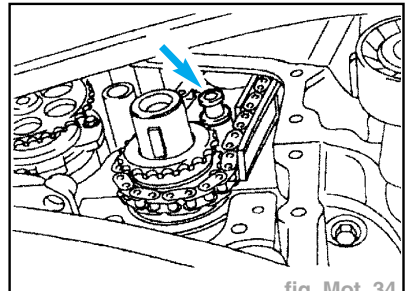

fig. Mot. 34
- Déposer la vis inférieure du guide de chaîne de distribution (fig. Mot. 34).
- Serrer la vis inférieure du guide de chaîne de distribution à **2,6 daN.m** (fig. Mot. 34).